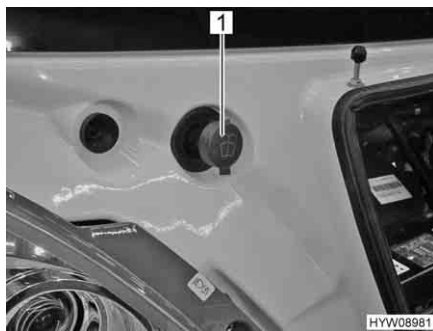

Fig. 43 Bocchettone di riempimento del contenitore dell'acqua di lavaggio
- Rimuovere il coperchio (Fig. 43,1) del bocchettone di riempimento del contenitore dell'acqua di lavaggio.